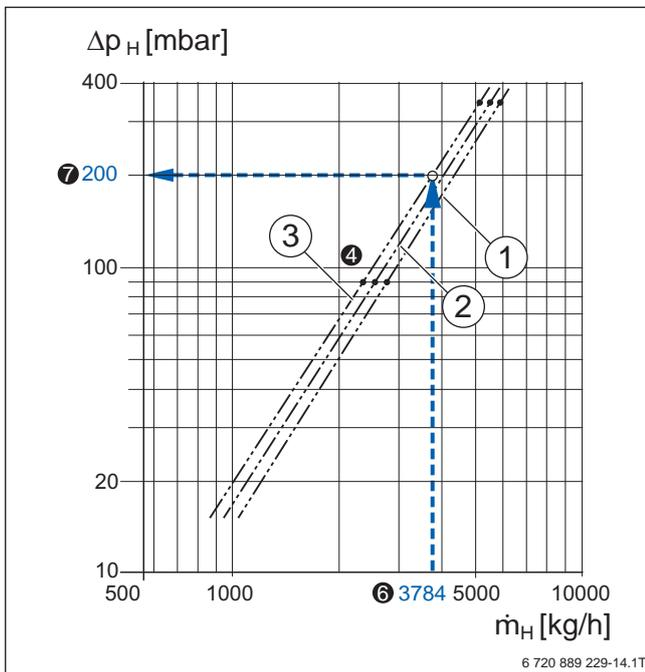

Bild 60 Heizwasserseitiger Druckverlust Logalux SU500.5...SU1000.5; Beispiel blau hervorgehoben
Mit dem berechneten Volumenstrom **⑥** ist der heizwasserseitige Druckverlust **⑦** für den Warmwasserspeicher Logalux SU1000.5 aus dem Druckverlustdiagramm der Warmwasserspeicher Logalux SU500.5 ... SU1000.5 abzulesen (Beispiel → Bild 60).